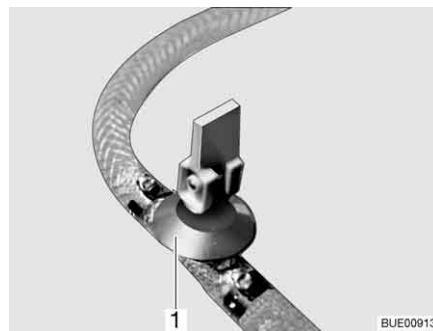

Fig. 209 Llave de desagüe
- Cerrar la(s) llave(s) de desagüe. Colocar para ello el balancín (Fig. 209,1) en posición horizontal.
- Abrir la(s) llave(s) de desagüe (Fig. 209). Colocar para ello el balancín (Fig. 209,1) en posición vertical. La caldera se vacía hacia fuera.